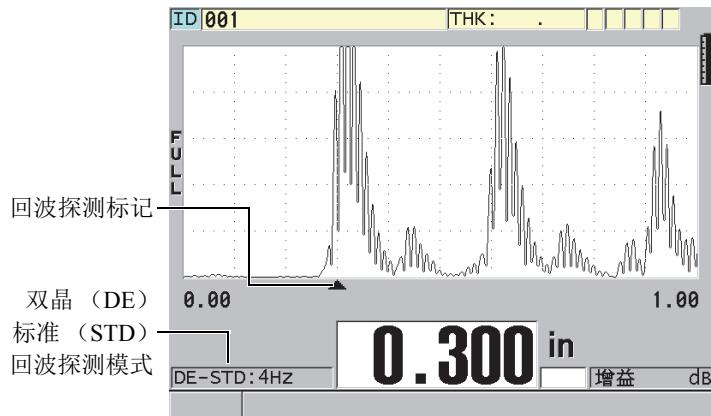

图 5-12 在标准回波探测模式下进行测量
**DE-STD**（双晶标准）指示器出现在厚度读数的左侧。三角形的回波探测标记出现在底面回波处、波形图像的下方（参见第 74 页的图 5-12）。